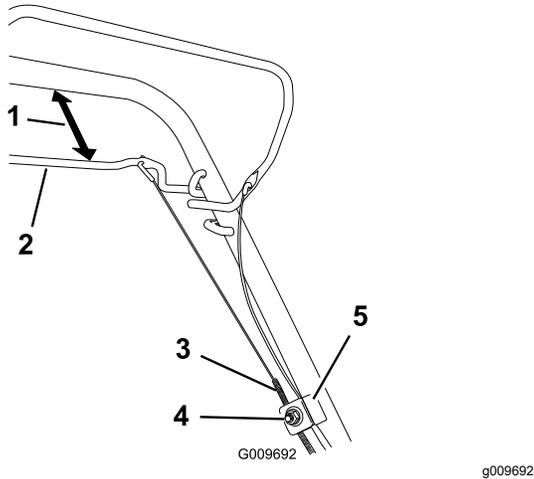

Figura 22
1. Desaperte porca de suporte do cabo (Figura 22).
2. Segure a barra da transmissão autpropulsora 25 a 38 mm do manípulo (Figura 22).
3. Puxe o invólucro do cabo (para máquina) até não haver folga no cabo (Figura 22).